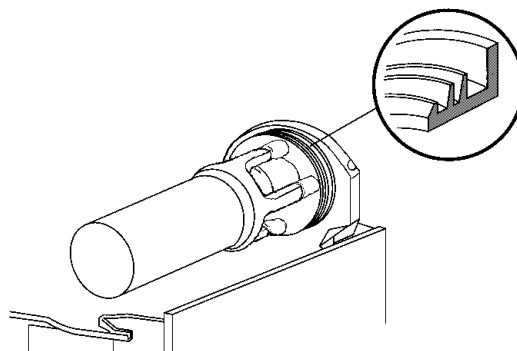

figura 11
- 1 Lubricar el pistón grifo, el rascador interior (en los puntos A, B y C indicados en la (ver figura 11) utilizando solamente la grasa suministrada por el fabricante u otro grasa para uso alimenticio.